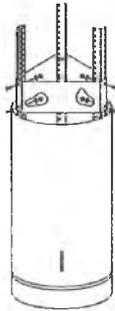

Рис. 6
6. Підняти витяжку. За допомогою 16 гвинтів M4*10 прикріпити корпус витяжки до металевих кутників, див. Рис. 6.
6. Встановити фіксатори кутників на три установлених кутники і закріпити їх за допомогою 6 гвинтів M4x10, гайок M4 і шайби. Див. Рис. 6.